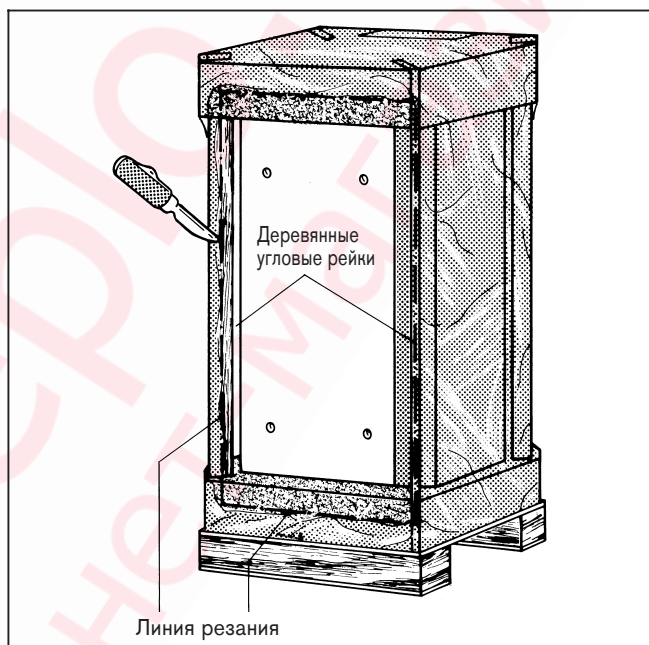

Рис. 16
- Вырезать упаковочную фольгу на стороне, напротив наклейки с надписью "Крепление котла-бойлера", соответственно рис.16, и **устранить только вырезанную часть**.